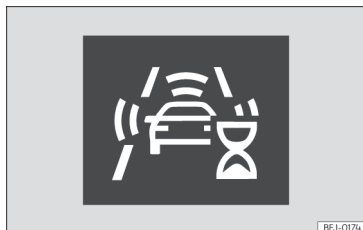

Abb. 110 Im Display des Kombi-Instruments: Anzeige der ersten Selbstkalibrierung des Systems.
- In den ersten Momenten nach dem Einschalten der Zündung, aufgrund der ersten Selbstkalibrierung des Systems. Während dieser Zeit wird ein Statussymbol angezeigt »» (Abb. 110).